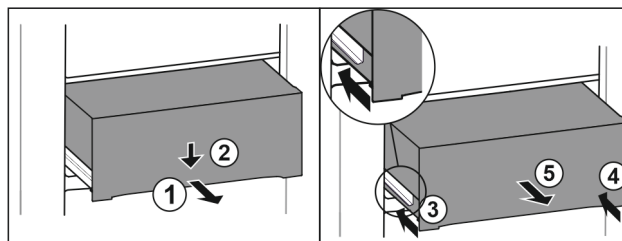

Fig. 121
- ▶ Zásuvku napůl vytáhněte. Fig. 121 (1)
- ▶ Stlačte zásuvku na přední straně dolů. Fig. 121 (2)
- ▶ Zasuňte levou kolejničku přibližně do 2 cm. Fig. 121 (3)
- ▶ Zasuňte pravou kolejničku přibližně do 2 cm. Fig. 121 (4)
- ▶ Vyjměte zásuvku dopředu. Fig. 121 (5)